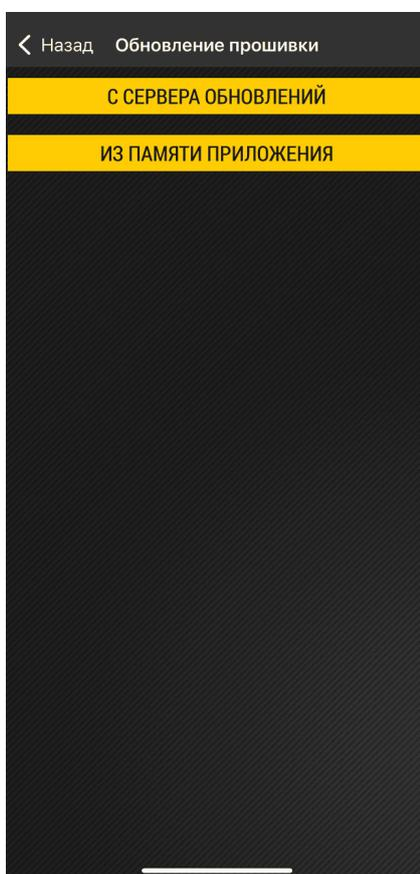

Рис.34. Меню «Обновление прошивки»
2. Откроется меню выбора источника установки прошивки (**Рис.34**). Выберите источник: